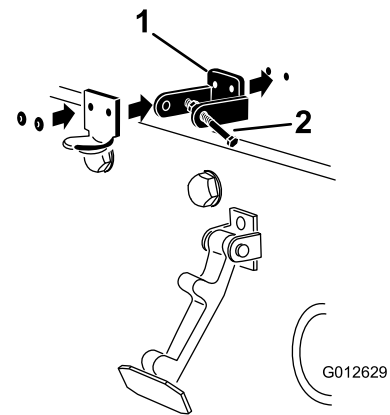

Figura 8
3. Mentre allineate i fori di montaggio, posizionate la staffa di bloccaggio CE e la staffa del fermo del cofano sul cofano. La staffa di bloccaggio deve essere contro il cofano (Figura 8). Non togliere il gruppo bullone e dado dal braccio della staffa di bloccaggio.
5. Rivettate le staffe e le rondelle al cofano (Figura 8).